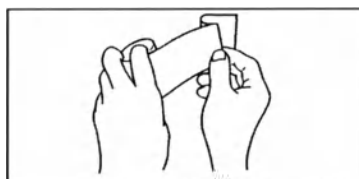
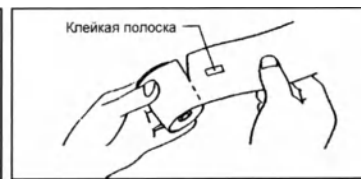

Рис.19
Рис.20
- (3) Отмотайте от рулона один виток и загните его (рис.19). Осторожно оторвите бумагу по линии сгиба (рис.20) для того, чтобы удалить участок бумаги с остатками клея от наклейки и для удобства установки рулона в принтер.